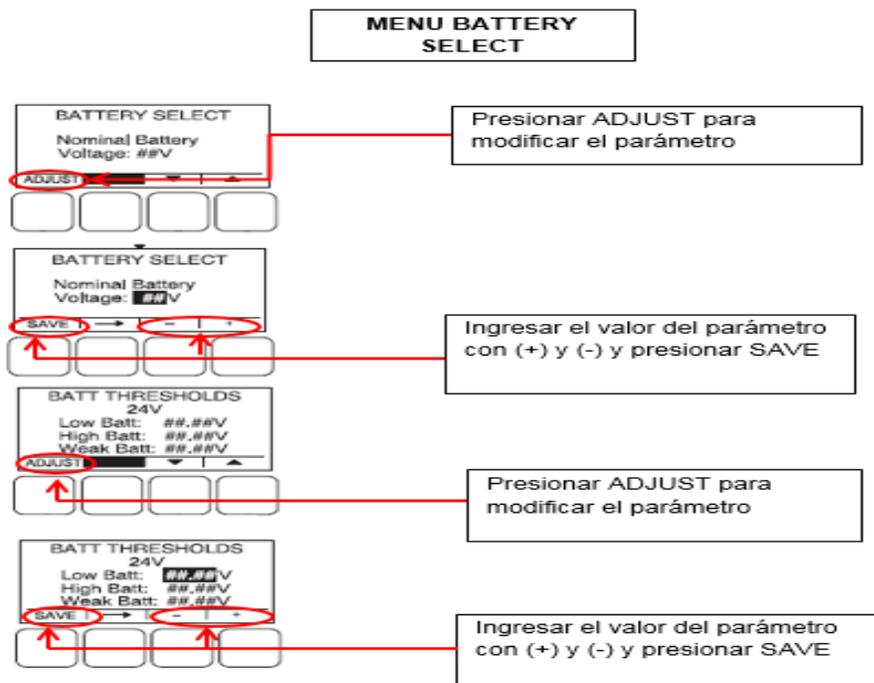

Figura 21. Menú seleccionar batería
Para realizar la programación de los parámetros Tensión nominal de la batería (Nominal Battery Voltage), batería baja (Low Batt), batería alta (High Batt) y batería débil (Weak Batt) ver Figura 21. Se debe proceder de la siguiente manera:
- Aparece el menú GENSET y con flecha inferior ▼ se ubica el parámetro batttery select, ver Figura 21.